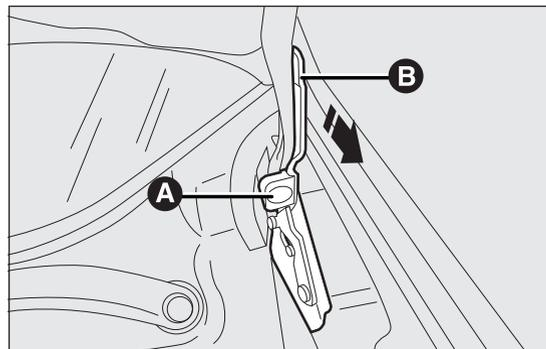

fig. 86
- ❑ abrir el capó con una mano y con la otra tirar hacia sí mismo el dispositivo A fig. 86 y, a continuación, bajar la palanca B;